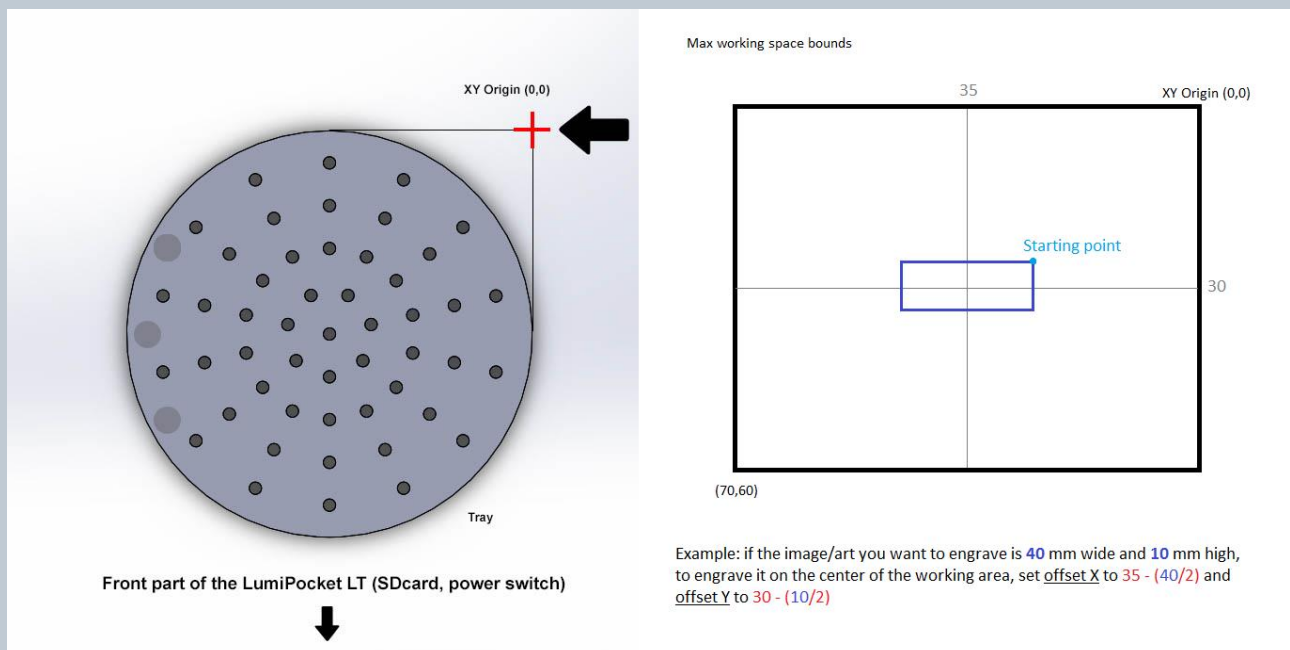

Fig. 84
- **POSIZIONE DEL MATERIALE:** Nei processi di incisione laser su materiali o su circuiti stampati, tenere conto che la lavorazione avviene partendo dal punto in alto a destra della nostra immagine (starting point) e che il punto di partenza del laser (XY origin) di default si trova dove indicato dalla croce rossa in Fig. 84 sinistra.
(Vedi esempio Fig. 84 destra)